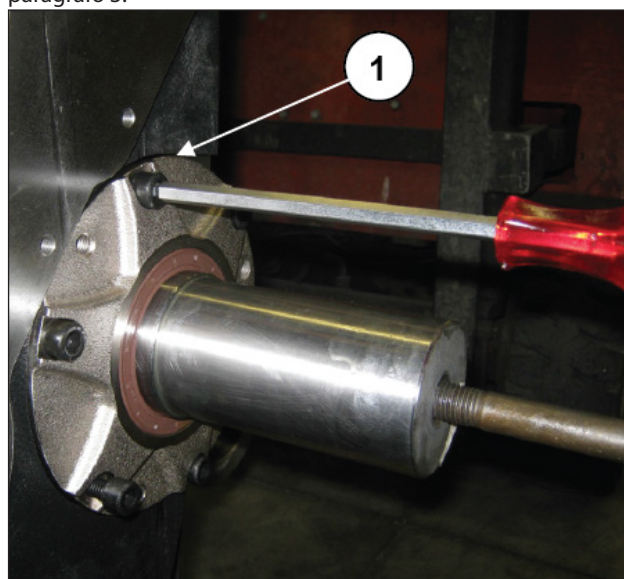
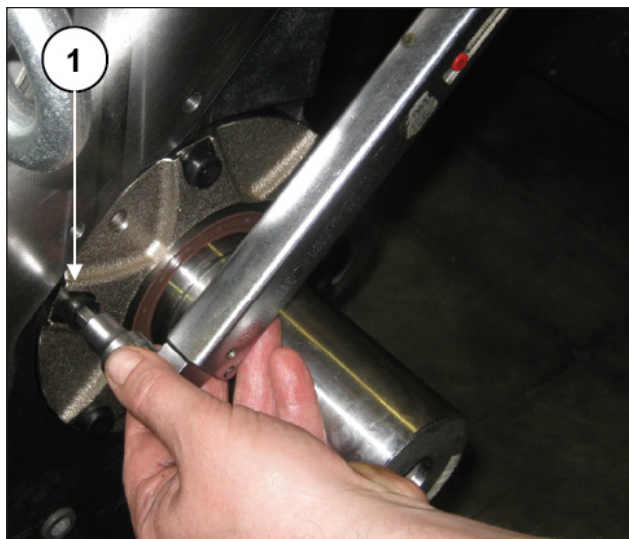

Fig. 119
Fig. 120
Montare la guarnizione ed i coperchi cuscinetto PTO su entrambi i lati e serrare le viti di fissaggio M10 (pos. ①, Fig. 119 - Fig. 120).